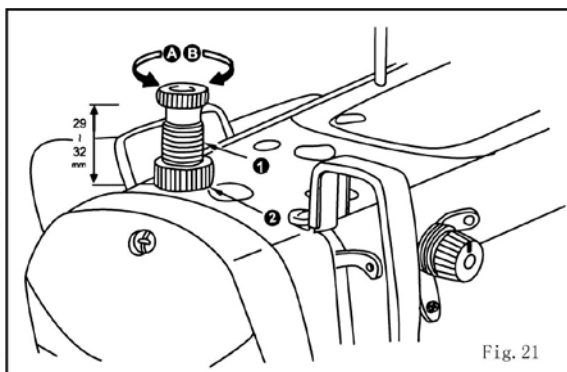

Fig. 21
1) Чтобы остановить машину при верхнем положении прижимной лапки, поверните рычаг (1) в направлении (A). Лапка поднимется приблизительно на 5,5мм и остановится.
2) Лапка вернется в первоначальное положение, если рычаг повернуть в направлении (B).
18. Давление лапки (Fig.21)